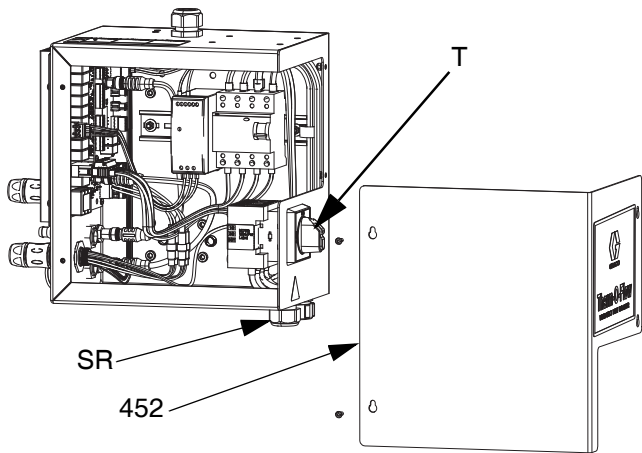

ABB. 9
3. Die Schrauben lösen und die Abdeckung (452) am Heizungsschaltkasten (S) abnehmen. Siehe **ABB. 9** auf Seite 24.
4. Die beiden Schrauben (433) und die Abdeckung (457) von der Unterseite des Heizungsschaltkastens (S) entfernen.